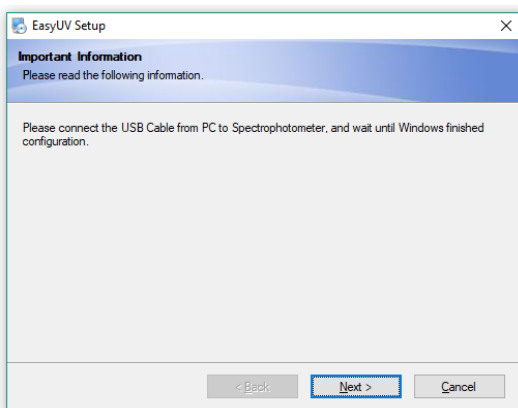

Fig. 2.3-1 Connessione strumento
- Connettere lo spettrofotometro al PC con il cavo USB in dotazione (Fig.2.3-1) ed attendere la configurazione automatica del sistema operativo;